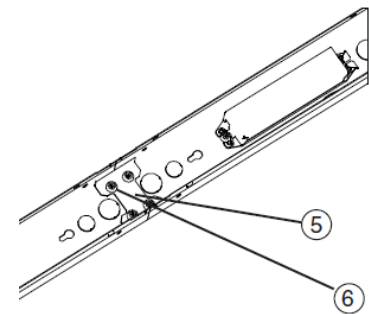

Figure 4
10. **Attach continuous row bracket (9)** as seen in Figure 4.
10. **Fixez le support de montage** en rangée continue (9) comme illustré à la figure 4.
12. **Couper le câble d'alimentation à la longueur** désirée. Dénuder les fils noir et blanc à l'aide d'un dénudeur de fil pour dégager de 3/8 à 7/16 po de fil métallique. **Voir la Fig. 4.**